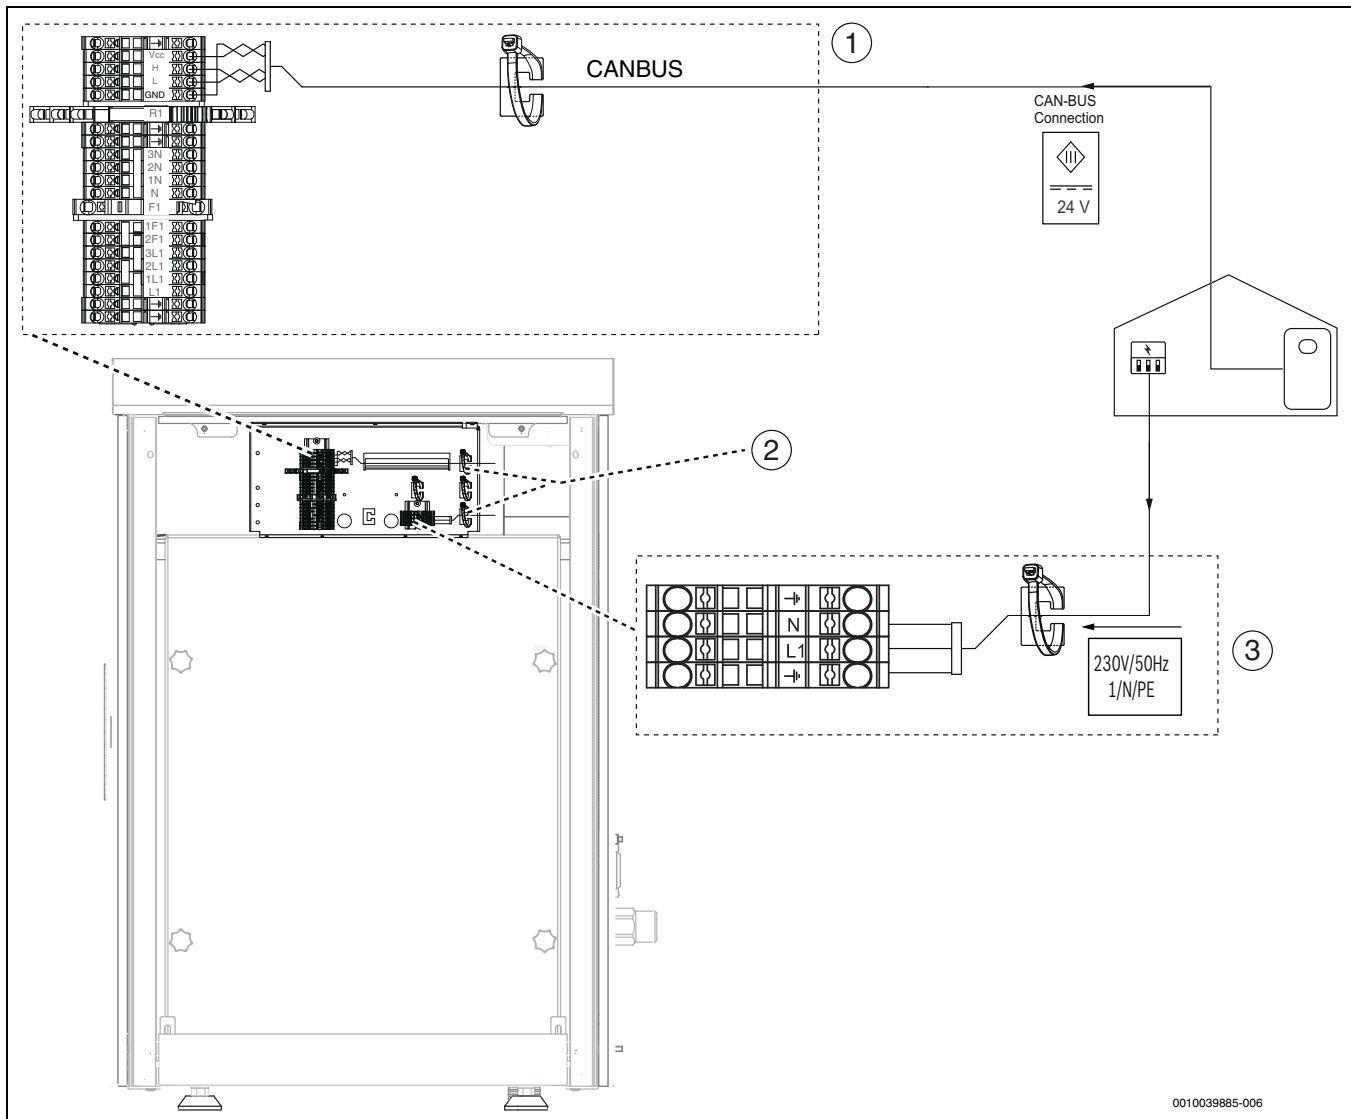

Bild 61 Anschlussklemmen am Installationsanschlussbereich
- ▶ Kabel entsprechend → Abbildung 61 anschließen.